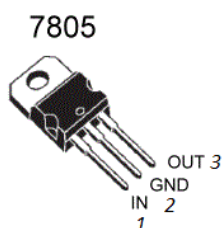

Рисунок 2. Цоколёвка L7805ACV (LM7805)
- Цоколёвка микросхемы L7805ACV (LM7805) по спецификации производителя представлена на рис.2:
(Рис. 2)
башни (не менее 15 элементов) (Рис. 2).